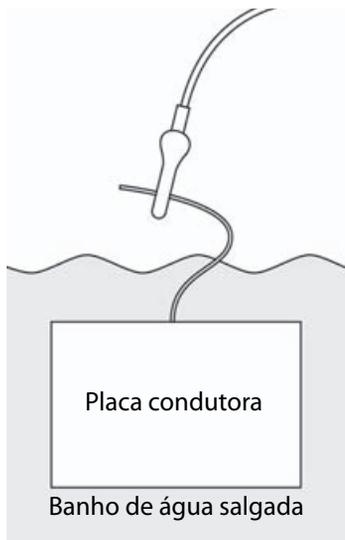

Figura 16 Ligação da placa condutora
- a Conecte o fio condutor preto à placa condutora no banho de água salgada conforme mostra a Figura 16.